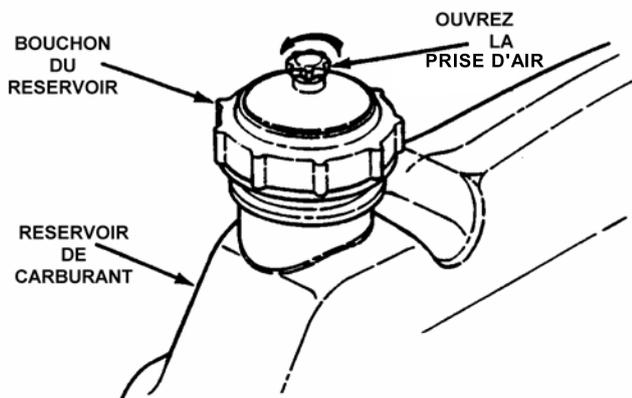

FIGURE 2.2
2.1.7. Après avoir poussé la tondeuse à l'extérieur (où les vapeurs pourront se dissiper), remplissez le réservoir de carburant. Assurez-vous, après le remplissage, que le bouchon du réservoir est bien serré et que la soupape de mise à l'air est ouverte. Référez-vous au manuel du moteur pour les spécifications du carburant. Voir la figure 2.2.
4. Ouvrez la prise d'air qui se situe sur le bouchon du réservoir de carburant en le tournant dans le sens inverse des aiguilles d'une montre. **IMPORTANT :** Le moteur pourra caler si vous oubliez d'ouvrir la prise d'air. Voir la figure 2.2.
4. Ouvrez la prise d'air qui se situe sur le bouchon du réservoir de carburant en le tournant dans le sens inverse des aiguilles d'une montre. NOTE : Le moteur pourra caler si vous oubliez d'ouvrir la prise d'air. Voir la figure 2.2.